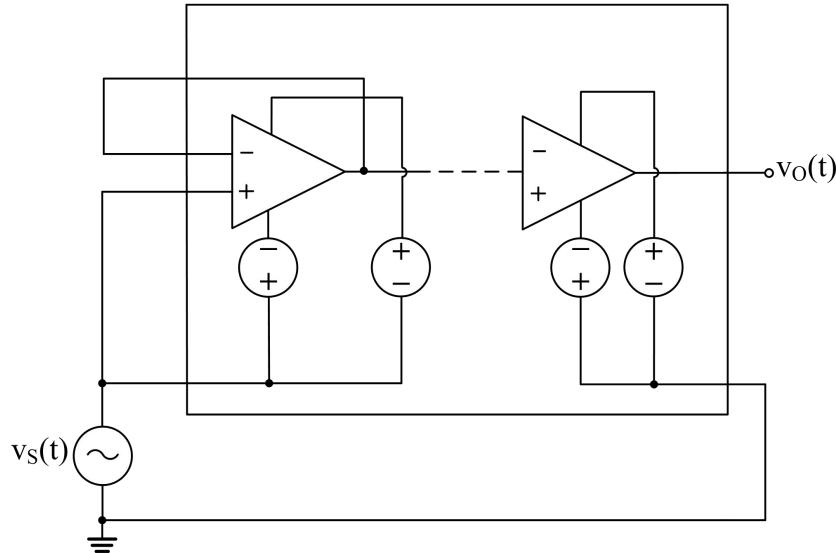

图 3. CMRR & CMTC 测试示意图
*测试示意图见图 3@ 100Hz Sine Wave @vs(t) = 1000V.